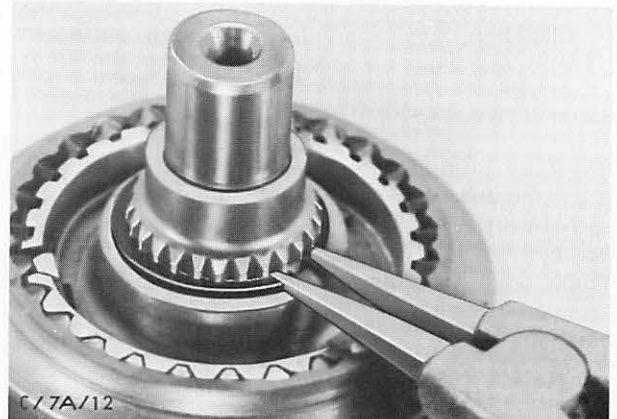

Abb. 42 Sicherungsring von Synchronkupplungs-nabe 3./4. Gang entfernen
20. Sicherungsring, vor der Synchronkupplungs-nabe 3./4. Gang, entfernen. Synchronkupplung mit Zahnrad 3. Gang von Hand abziehen. Abb. 42.